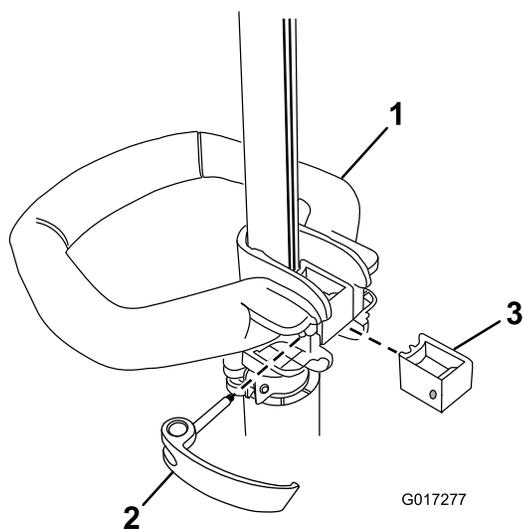

Figura 1
1. Coloque la empuñadura auxiliar sobre el mango de la desbrozadora con la superficie lisa hacia usted (Figura 1).